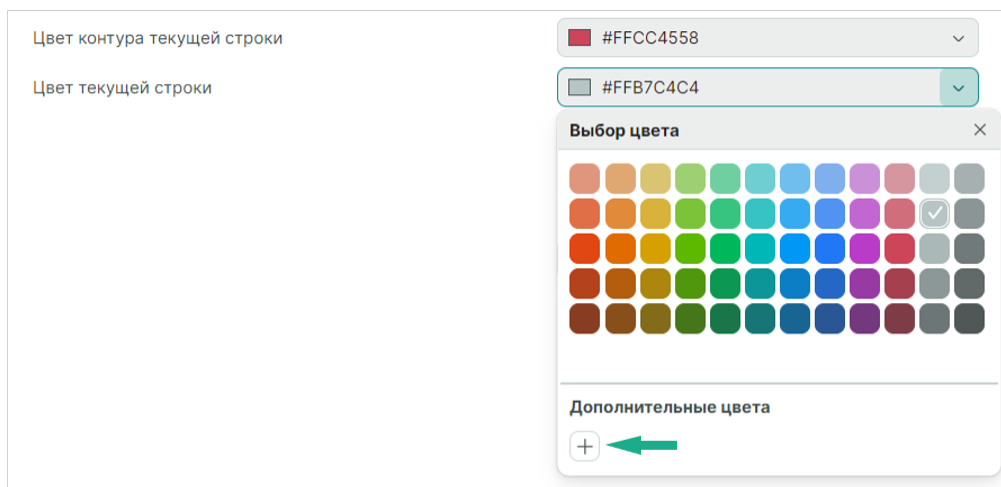

Рис. 130 Выбор цвета текущей строки и ее контура
- «Цвет контура текущей строки» – выбор цвета контура строки, на которой расположен курсор. Выбор осуществляется из выпадающего меню, см. Рис. 130.
- «Цвет текущей строки» – выбор цвета строки, на которой расположен курсор. Выбор осуществляется из выпадающего меню, см. Рис. 130.